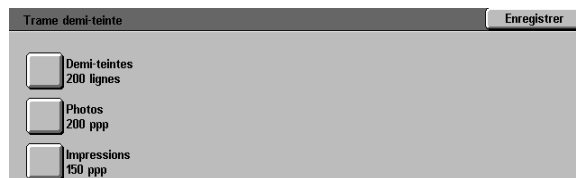

Figure 52 : Écran Trame demi-teintes
- Appuyez sur la touche **Trame demi-teintes** pour accéder à l'écran correspondant (voir la figure 52).